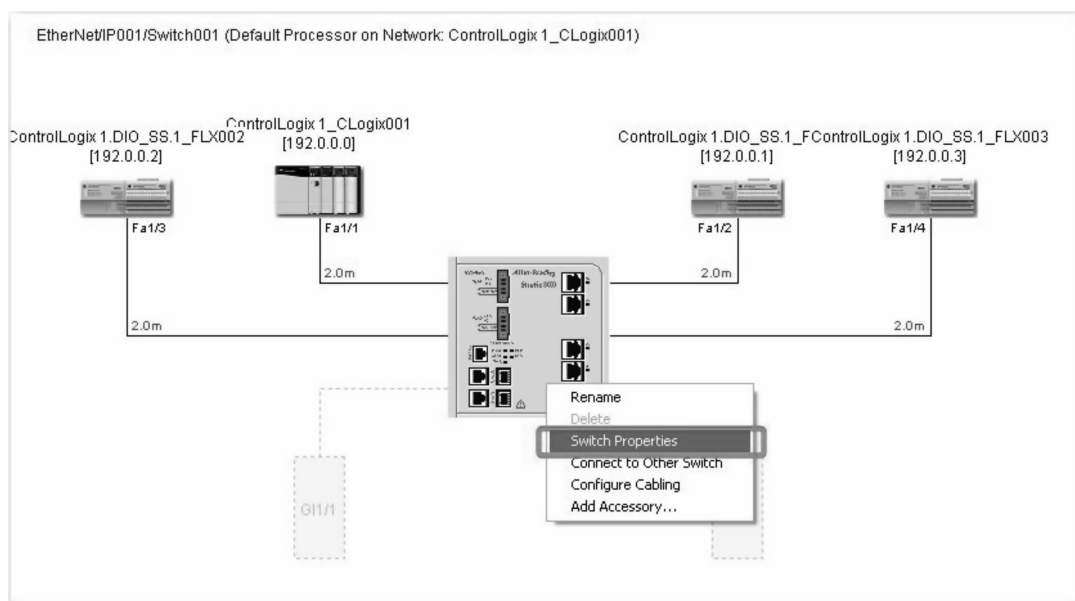

图 26-154 选择交换机属性
2. 右键单击交换机，然后选择“交换机属性”（Switch Properties），如图 26-154 所示。